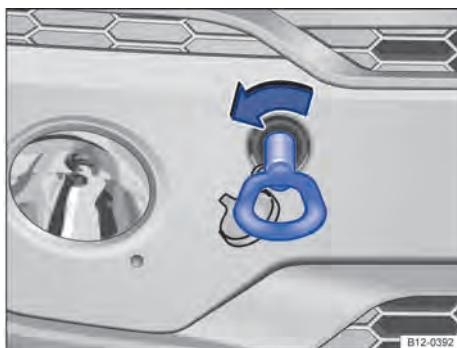

Fig. 129 No para-choque dianteiro à direita: rosquear a argola de reboque.
- Rosquear a argola de reboque tão firme quanto possível **no sentido anti-horário** no alojamento → Fig. 129 → ①. Utilizar um objeto apropriado com o qual a argola de reboque possa ser rosqueada com firmeza no alojamento.